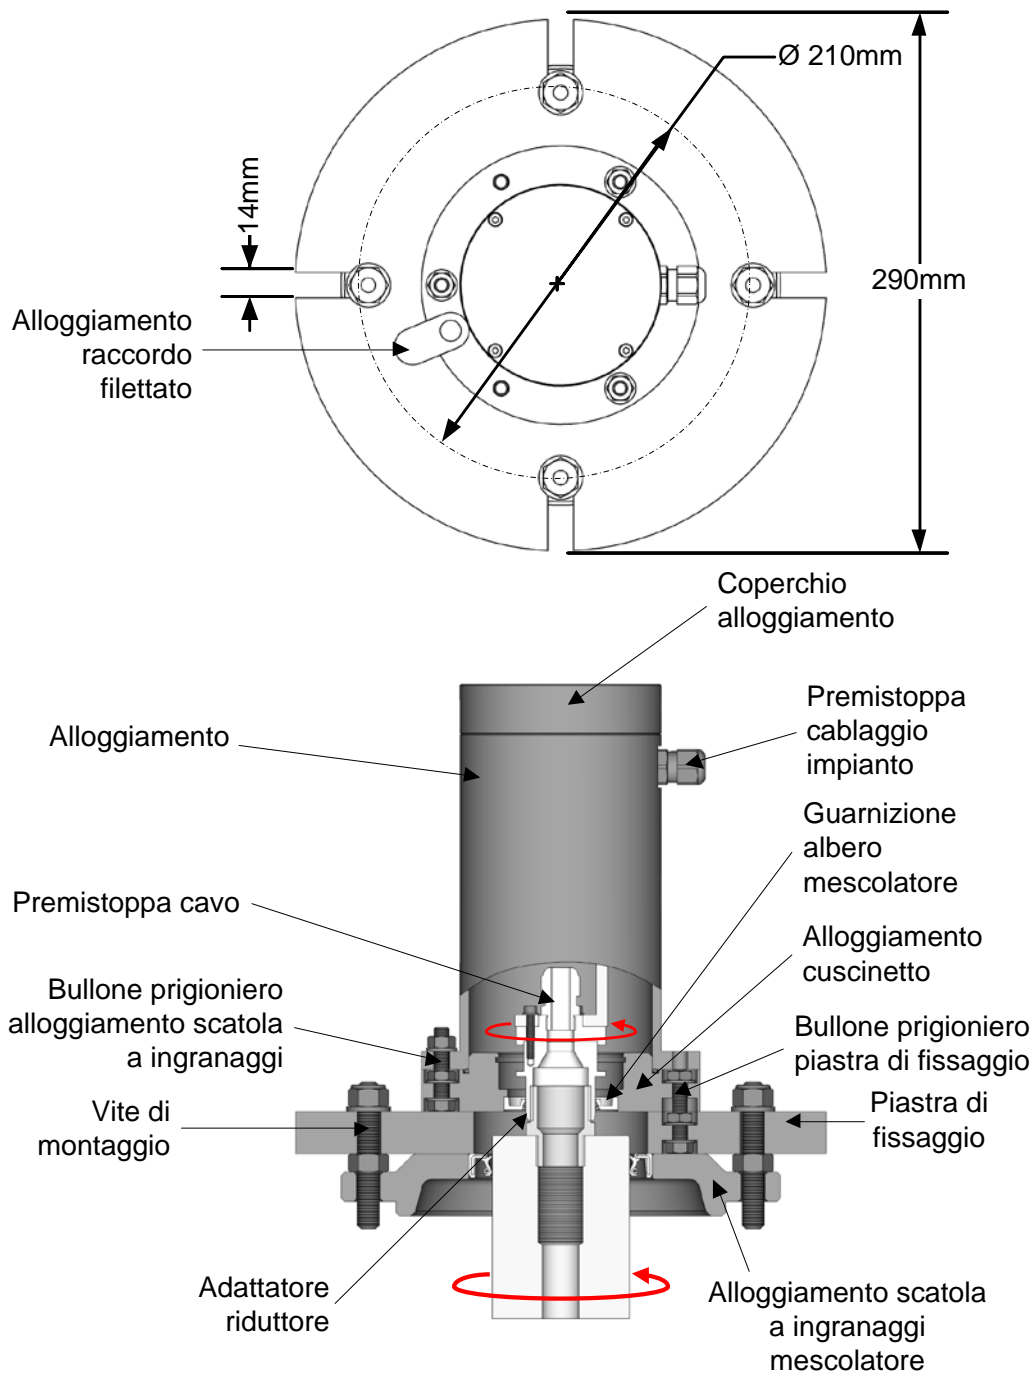

Figura 18: Insieme connettore rotante di tipo A
In alcuni mescolatori gli adattatori filettati consentono di collegare direttamente il supporto del connettore rotante all'albero della scatola a ingranaggi. Sono disponibili due riduttori in ottone a seconda del tipo di mescolatore. Uno è un adattatore da maschio BSP di 1" a maschio BSP di 1/2" e l'altro è un adattatore da maschio BSP di 1" a maschio BSP di 3/4". La struttura con uno dei due adattatori viene mostrata nella Figura 18.
- Verificare che i bulloni prigionieri per il fissaggio dell'alloggiamento dei cuscinetti siano inseriti sulla piastra di fissaggio. Vedere la Figura 18.